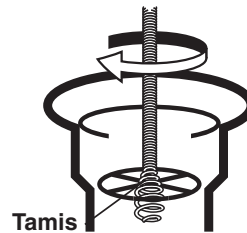

Figure 3
- Dans de nombreux cas, le câble peut être fauflé à travers le tamis (Figure 3).